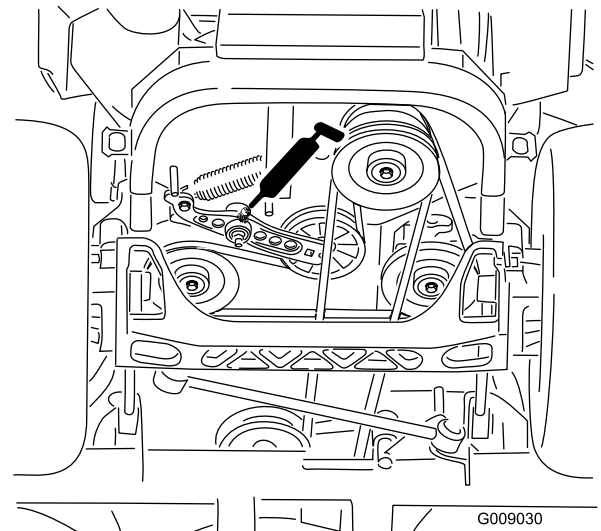

Figura 55
6. Engrase los brazos tensores de la correa de transmisión (Figura 55).